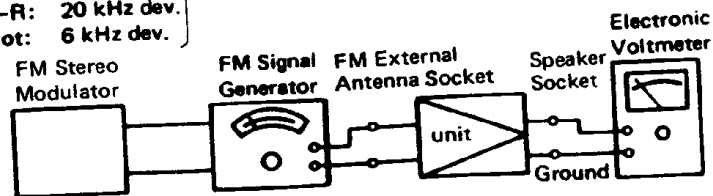

Figure 7-6 FM SEPARATION ADJUSTMENT
- Connect instruments as shown in Fig. 7-6.
- Die Instrumente gemäß Abb. 7-6 anschließen.
- Brancher les appareils comme le montre la Fig. 7-6.